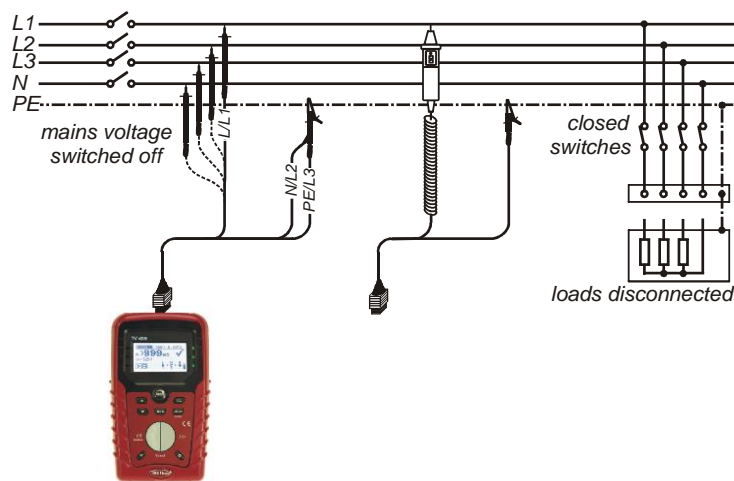

Figura 5.6: Collegamenti per la misurazione dell'isolamento
- **Collegare il** cavo di prova allo strumento e all'elemento da testare (vedere figura 5.6).